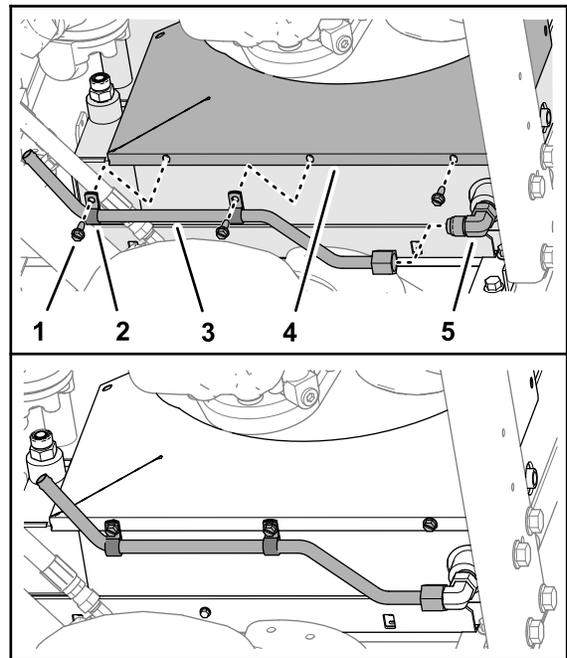

Figure 34
2. Montez les 2 colliers de support sur le tube d'entrée d'huile (Figure 34).
3. Vissez l'écrou orientable du tube sur le raccord à 90° (Figure 34).
4. Fixez les colliers, le tube et le carénage inférieur au radiateur/refroidisseur d'huile (Figure 34) à l'aide de 3 vis autotaraudeuses (1/4" x 3/4").